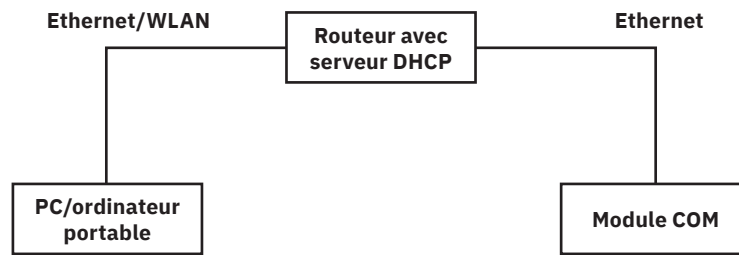

Figure 12 : Établissement d'une connexion à l'interface Web via un routeur avec serveur DHCP
- La configuration schématique est illustrée à la figure 12.